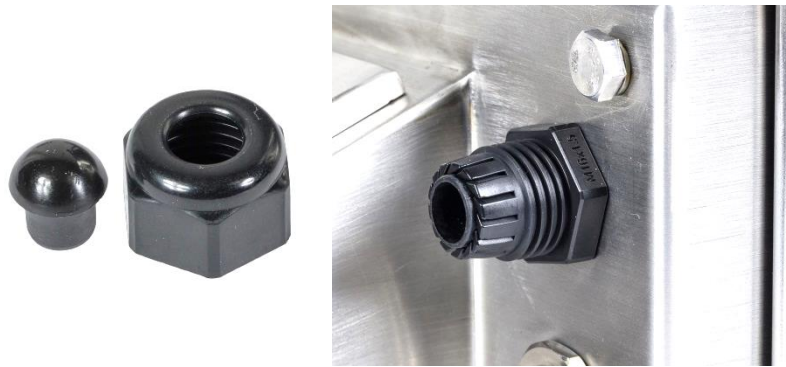

Figura 2-12: Casquillo para cables
- Antes de conectar los alambres, pase los cables a través de un casquillo para cables de tamaño adecuado. La Figura 2-12 muestra un casquillo para cable con la tuerca de fijación removida.